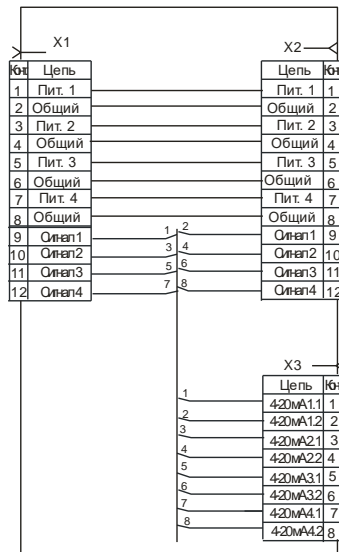

РИС. 1
1. Распределительная коробка РК-4 (далее РК-4) предназначена для вывода токового сигнала 4 – 20 мА. Одна РК-4 позволяет вывести токовые сигналы от одного до четырех измерительных каналов. Схема соединения РК-4 с БС, ИП и устройством для измерения токового сигнала приведена на рис. 1 настоящего ПРИЛОЖЕНИЯ.